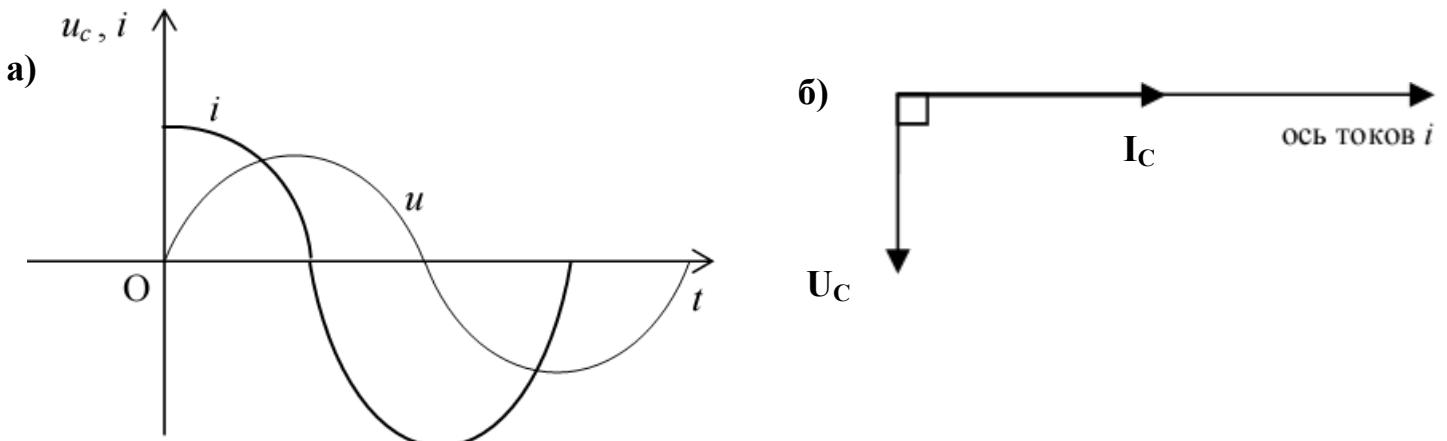

Рис.11 Графики тока и напряжения в цепи переменного тока, содержащей только идеальную ёмкость а) и векторная диаграмма цепи б)
1. Проверить целостность сетевого провода перед включением установки в сеть и разобраться в принципиальной схеме учебной установки на рис. 11.
7. Рассчитать по формулам (32) действующее значение электрического тока в цепи, значения индуктивного и емкостного сопротивления, а также значения емкости конденсатора и индуктивности катушки самоиндукции. Следует помнить, что вольтметры измеряют действующие значения напряжения, в формулы же (32) входят амплитудные значения. Однако, согласно (7), действующие и амплитудные значения различаются только постоянным множителем и (32) можно также использовать для действующих значений без изменений (подставляя показания вольтметров, получаем не I_m а $I_{дейст}$). При расчетах считать все элементы цепи идеальными.